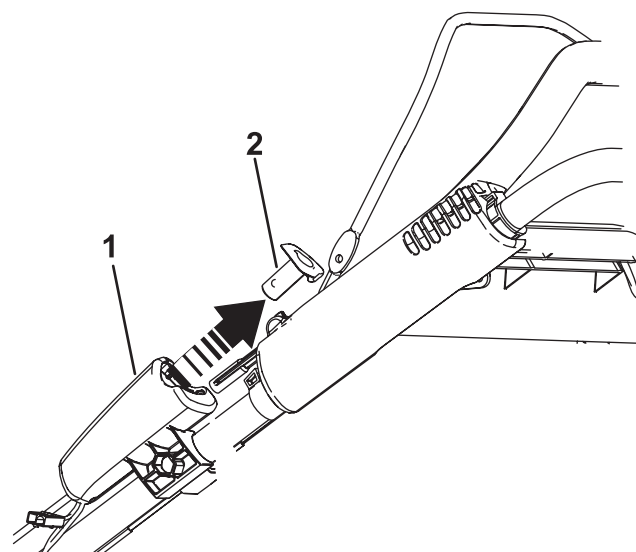

Figura 34
1. Retire el botón de arranque eléctrico (Figura 34).